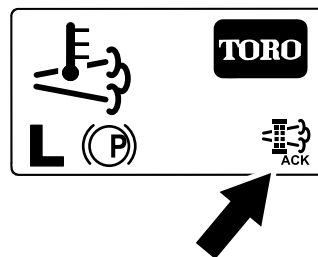

Bild 55
8. Im InfoCenter wird der Begrüßungsbildschirm angezeigt; das Symbol für die Bestätigung der Regenerierung (Bild 55) wird unten rechts auf dem Bildschirm angezeigt, wenn die Regenerierung ausgeführt wird.